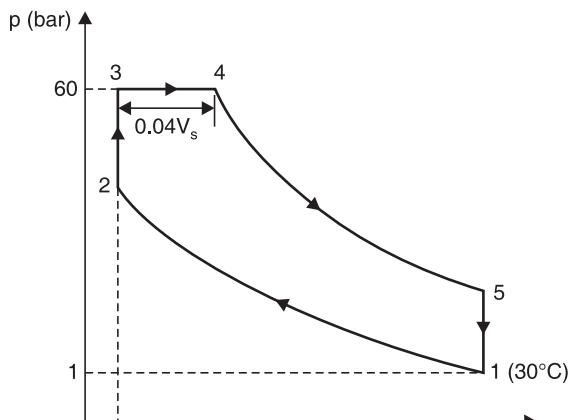

Fig. 4.21
**Solution.** Refer Fig. 4.21.